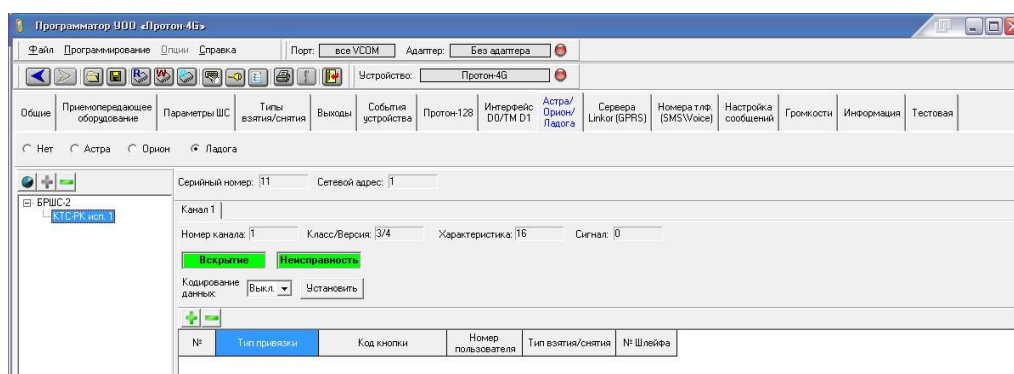

Рисунок 3.48
6) Дождаться сообщения об успешной регистрации датчика. Зарегистрированный датчик добавится к выбранному БРШС (рис. 3.48).